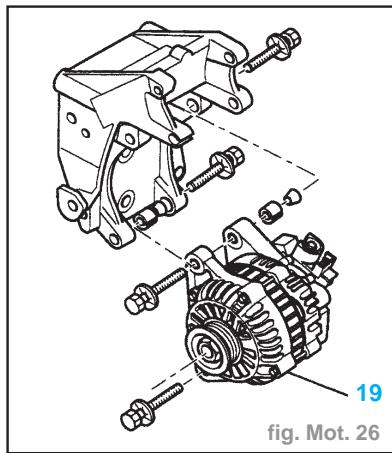

fig. Mot. 26
- la cale élastique de boîte de vitesses (30)
- l'écrou d'axe de boîte (28) et sa rondelle
- les vis de cale (29) (sans serrer)
- les vis (29) à **3 daN.m**
- l'écrou (28) à **6,5 daN.m**
- le support bac batterie (27)
- les fixations (26), serrer à **1,9 daN.m**
- Reposer l'alternateur (19) (fig. Mot. 26).